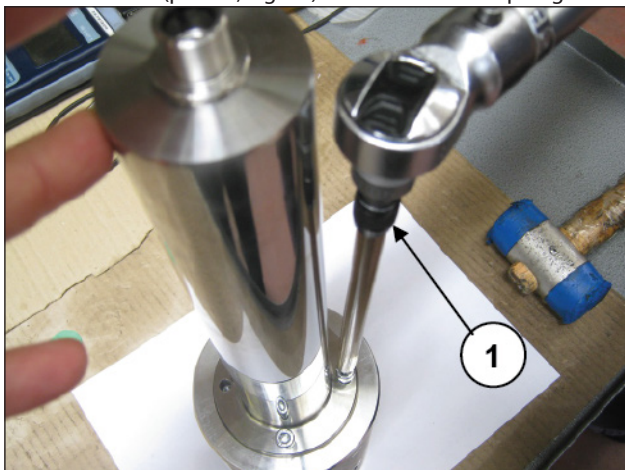

Fig. 73
Bloccare il guida pistone in morsa con l'ausilio di apposito attrezzo e procedere alla taratura delle viti con chiave dinamometrica (pos. ①, Fig. 73) come indicato nel paragrafo 3.